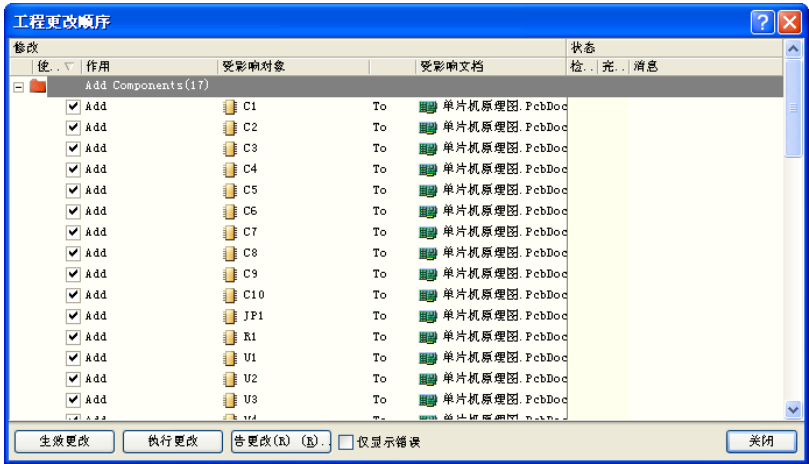

图 8-32 “工程更改顺序”对话框
(3) 加载网络表与元件。由于 Altium Designer 13 实现了真正双向同步设计，在 PCB 电路设计过程中，用户可以不生成网络表，而直接将原理图内容传输到 PCB。
Step1 在原理图编辑环境下，单击菜单栏中的“设计”→“Update PCB Document 单片机原理图.PcbDoc（更新 PCB 文件）”命令，系统将弹出如图 8-32 所示的“工程更改顺序”对话框。